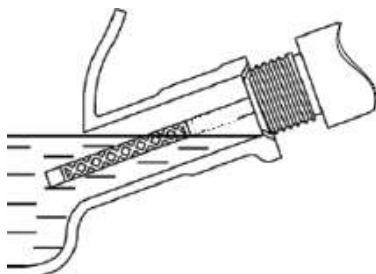

Рисунок 3. Схема перевірки рівня мастила в картері двигуна.
5.1.2 Перевірка наявності та рівню мастила (рис. 3).